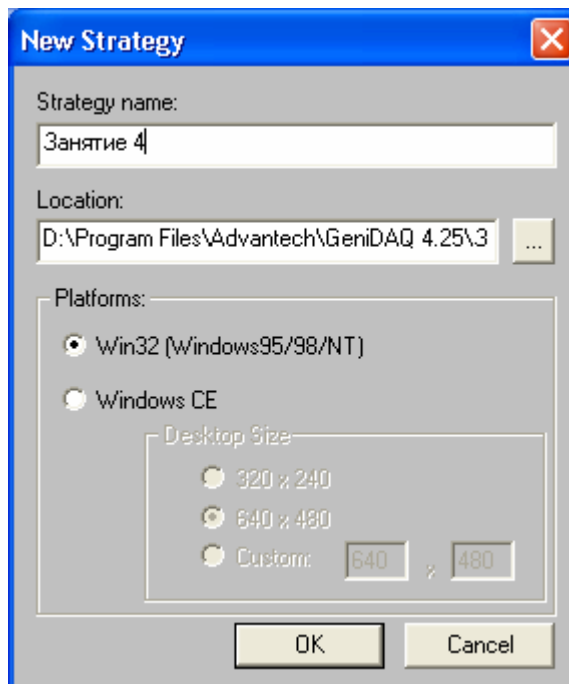

Рис. 4.48. Конфигурирование параметров стратегии
1. Выполните *первое действие* из занятия 1. Создаваемое приложение настройте в соответствии с рис. 4.48.